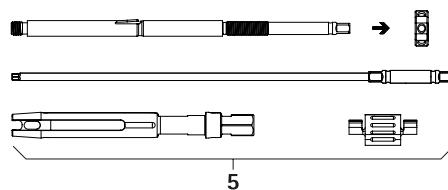

Fig. 2
- Desmontar la palanca de reposición percutánea 5, ver Fig. 2.